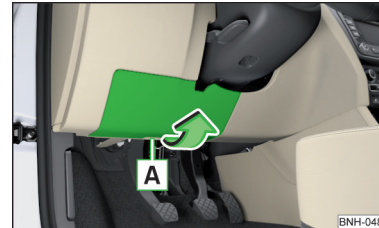

Abb. 257
- Die Abdeckung des Sicherungskastens in Pfeilrichtung abnehmen » Abb. 257.